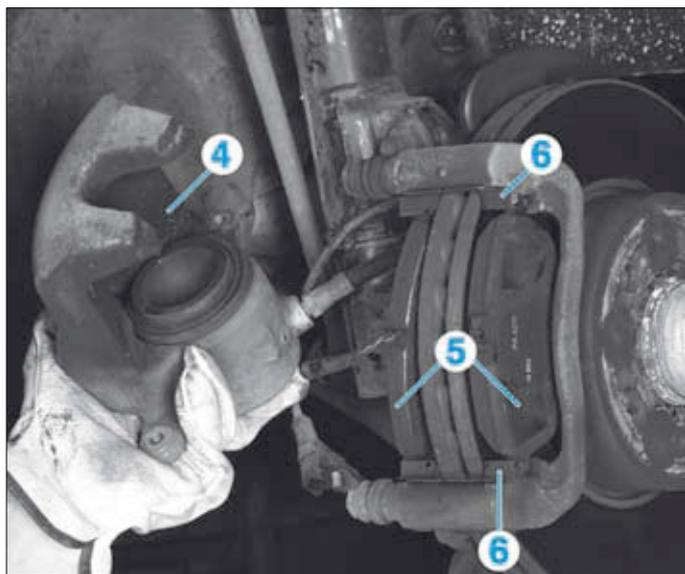

FIG. 2
- Déposer l'étrier (4) et le suspendre dans le passage de roue de manière à ne pas endommager le flexible de frein (Fig.2).
- Déposer les plaquettes (5).
- Déposer les agrafes (6).